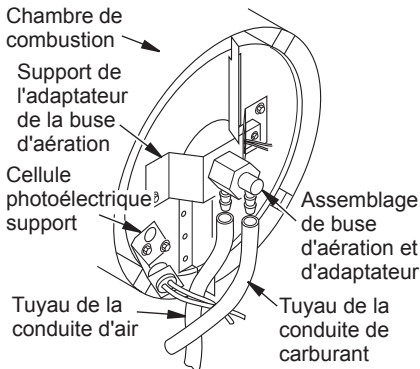
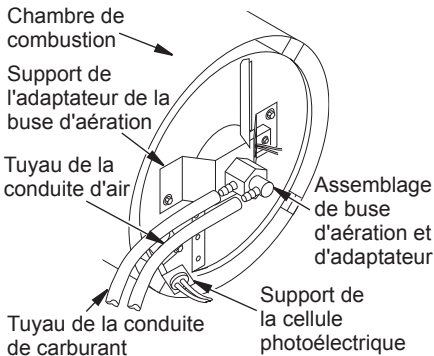
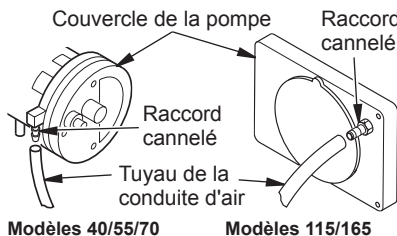

Figure 23 - Retrait des tuyaux de conduite de carburant et d'air (modèles 40/55/70 seulement)
Figure 24 - Retrait des tuyaux de conduite de carburant et d'air (modèles 115/165 seulement)
Figure 27 - Tuyau de la conduite d'air et raccord cannelé
9. Guidez délicatement l'allumeur dans l'ouverture du support de l'adaptateur de la buse d'aération. Ne frappez pas l'élément de l'allumeur. Attachez l'allumeur au support de l'adaptateur de la buse d'aération avec la vis à l'aide d'un tourne-écrou de 1/4 po (voir figure 23, page 13). Serrez avec un couple de 0,90 à 1,69 N-m (8 à 15 pouce-livre). Ne serrez pas excessivement.
14. Remplacez la cellule photoélectrique dans le support de cellule photoélectrique. Acheminez les fils en suivant la figure 23 ou 24, page 13.
3. Retirez les tuyaux de conduite de carburant et d'air de l'assemblage de la buse d'aération (voir figure 23 ou figure 24).
4. Inspectez les tuyaux de la conduite de carburant et d'air pour des fissures ou des trous. Si le tuyau de la conduite de carburant est endommagé, débranchez-le de l'adaptateur de la buse d'aération (voir figure 23 ou 24) ainsi que du filtre à carburant (voir *Filtre à carburant*, page 11). Si le tuyau de conduite d'air est endommagé, débranchez-le de l'adaptateur de la buse d'aération (voir figure 23 ou figure 24, page 13, selon le modèle) ainsi que du raccord cannelé sur le couvercle de bout de pompe (voir figure 27).
5. Installez une nouvelle conduite de carburant ou une nouvelle conduite d'air. Attachez une extrémité du tuyau de la conduite d'air au raccord cannelé sur le couvercle de bout de pompe (voir figure 27) et l'autre extrémité à l'adaptateur de la buse d'aération (voir figure 23 ou figure 24, page 13, selon le modèle). Attachez une extrémité du tuyau de conduite de carburant au filtre de carburant (voir *Filtre de carburant*, page 11) et l'autre extrémité à l'adaptateur de la buse d'aération (voir figure 23 ou figure 24, page 13, selon le modèle).
Remarque : acheminez les tuyaux comme l'illustre la figure 23 ou la figure 24, page 13, selon le modèle. Les tuyaux ne doivent pas toucher le support de la cellule photoélectrique.